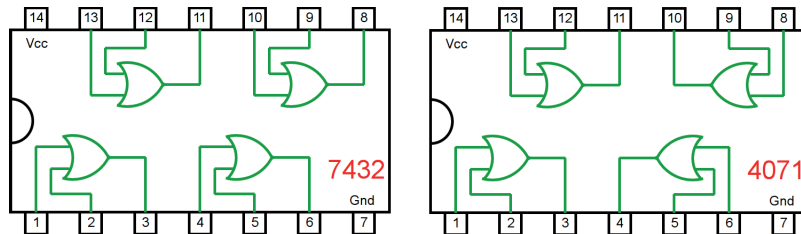

Figura 4.38 – Circuitos integrados TTL e CMOS.
- a) Coloque os circuitos integrados (TTL e/ou CMOS da figura 4.38) nas posições indicadas.
- d) Conecte os fios verdes. Os fios verdes estão conectados ao terra e portanto fornecendo valor lógico (0) às entradas de todas as portas do CI.